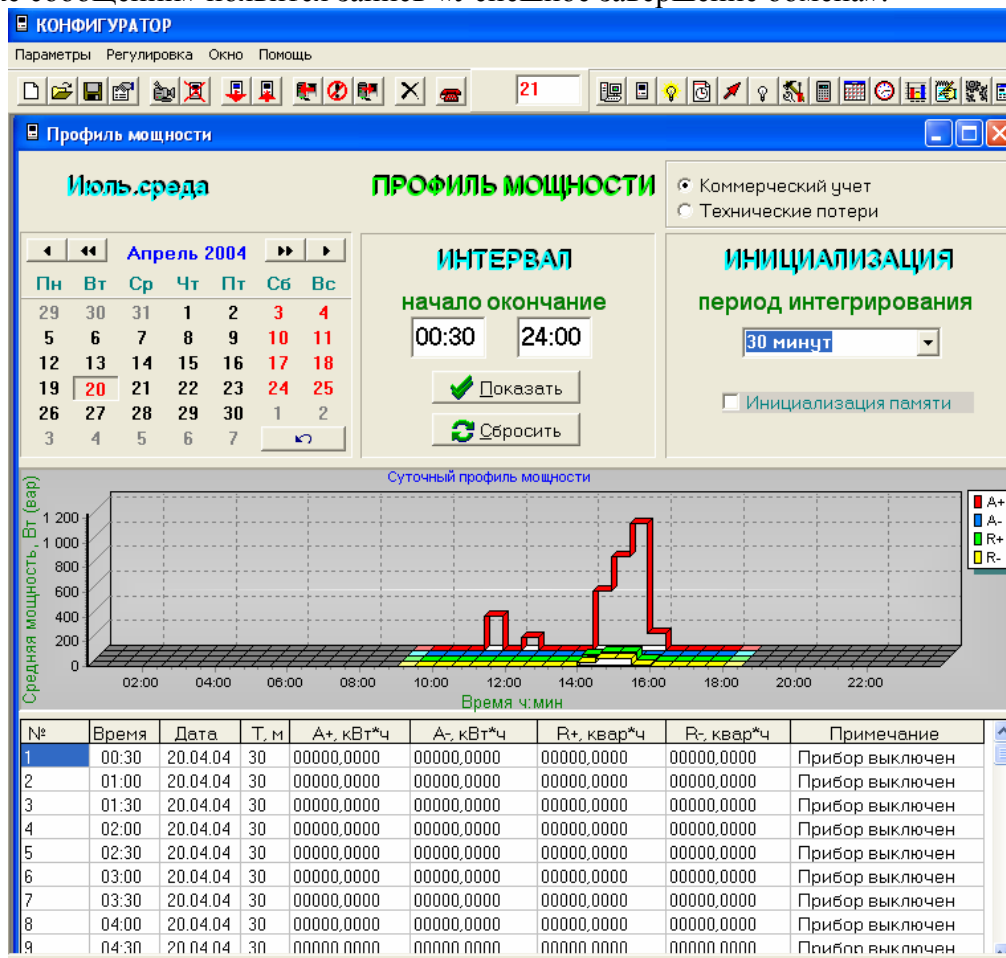

Рис.28
5. нажать кнопку «Показать». При этом на экране монитора, в случае успешного обмена, в окне «**Профиль мощности**» отобразятся данные счетчика: месяц и день недели, график суточного профиля мощности, таблица значений соответствующего графика. (Рис.28);